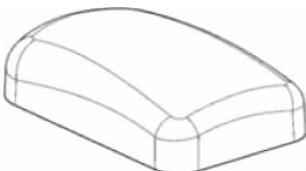

图 3-36 变圆角
(19) 单击“确定”按钮, 创建变圆角特征, 如图 3-36 所示。